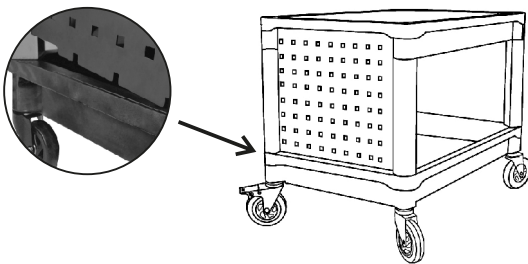

Fig. 3 - Montagem da bandeja intermediária
c) Logo após, fixe a bandeja intermediária com os parafusos e então encaixe a primeira parte do painel (Fig. 3).